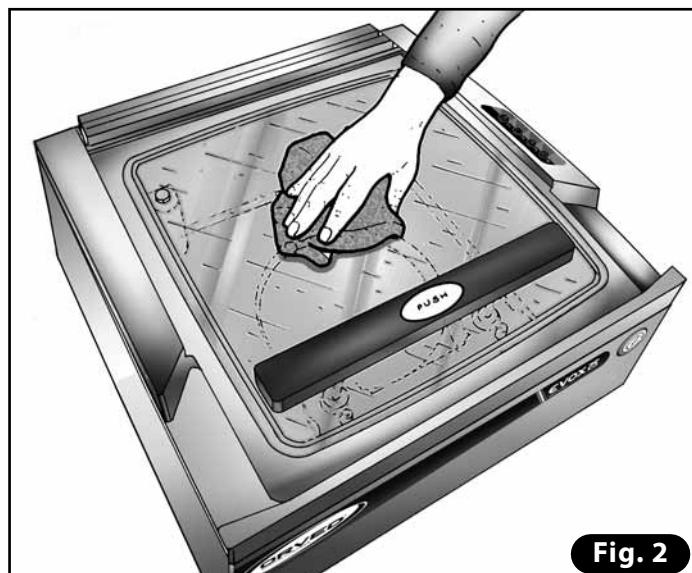

Fig. 2
8.1.4 NETTOYAGE COUVERCLE EN VERRE (Fig. 2)